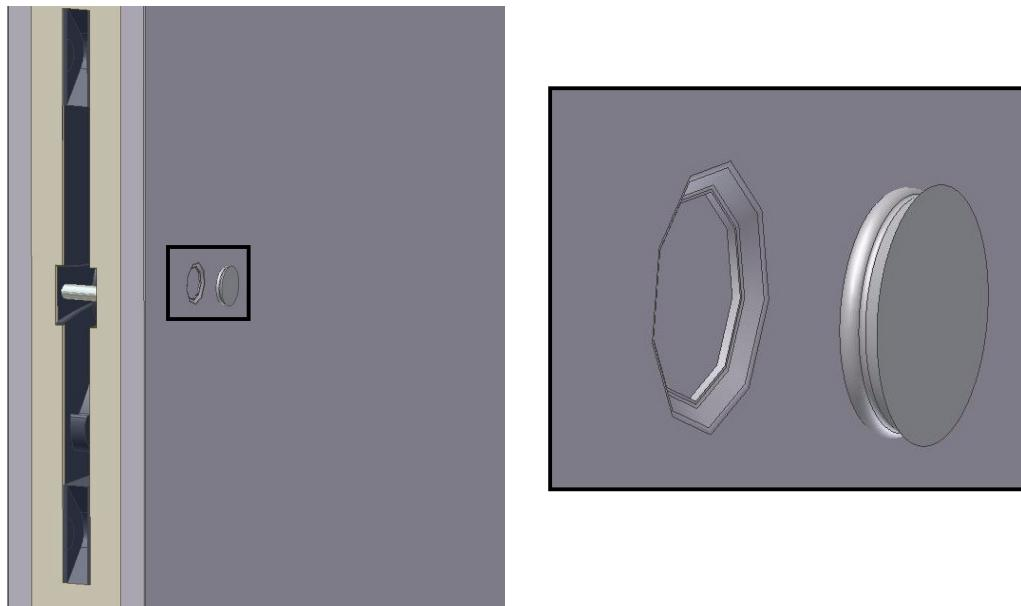

Fig. 7
- Après avoir serré tous les crochets, placer les **caches** dans les trous (Fig. 7)